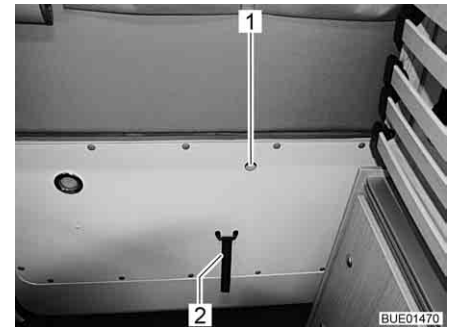

Fig. 32 Sbloccaggio del cofano posteriore, interno
- Tirare verso l'alto con il dito la levetta nell'apertura (Fig. 32,1) e contemporaneamente spingerla contro il cofano posteriore.
- Afferrare il bordo del cofano posteriore o l'asola (Fig. 32,2) e chiudere il cofano posteriore.